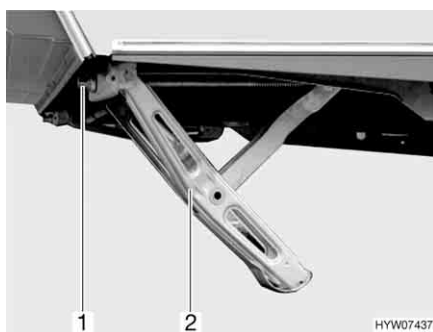

Fig. 11 Piedini di stazionamento a manovella abbassati
- Inserire la manovella in dotazione di serie nell'esagonale (Fig. 11,1) del piedino di stazionamento a manovella (Fig. 11,2).